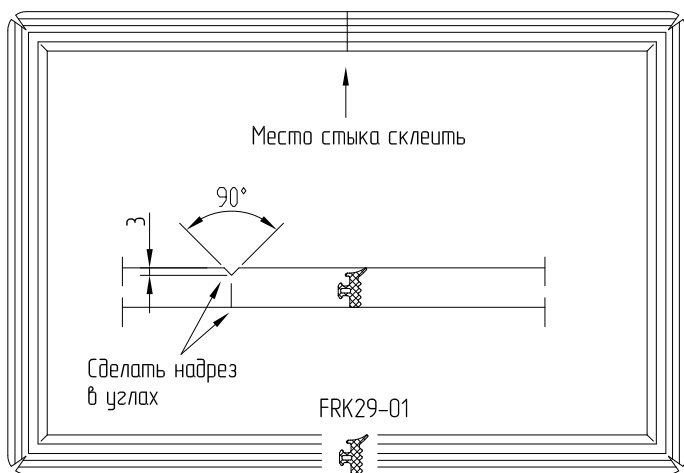

Рис.1
2. Вкатать уплотнитель FRK29-01 в паз начиная с верха согласно схеме (Рис.1).
3. Зарезку в угловых зонах выполнять согласно схеме (Рис.1).